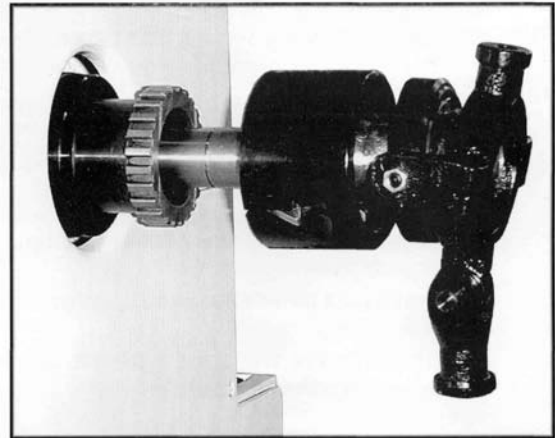

Рис.3
8. Ввернуть тяговую штангу в цангу, собрать узел согласно схеме, без регулировочных осей (рис. 3).